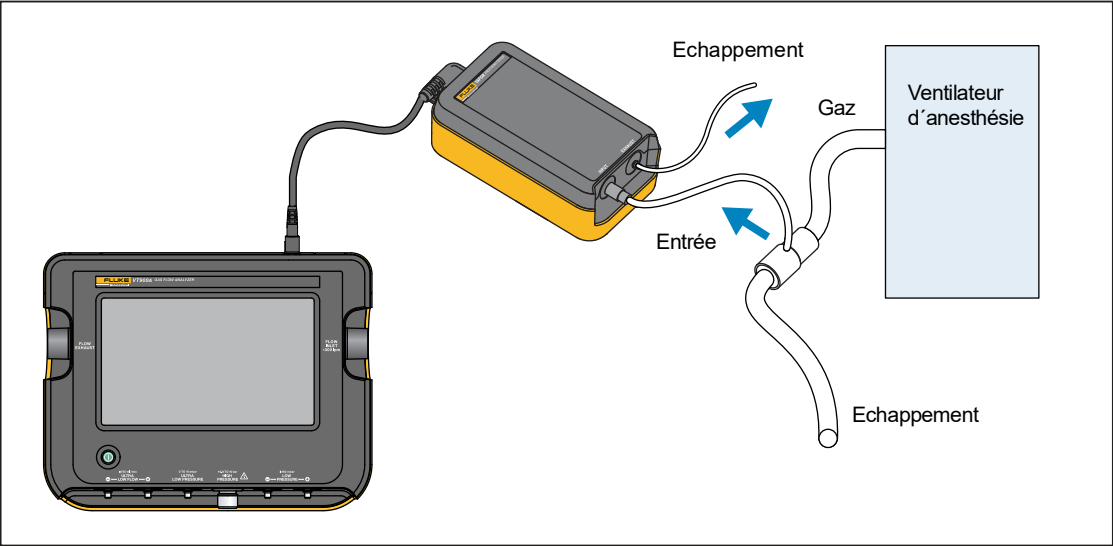

Figure 4. Connexions des gaz d'anesthésie
Les connexions de VAPOR sont décrites à la figure 4.
1. Effectuer les connexions suivantes au VAPOR (voir la figure 4) :